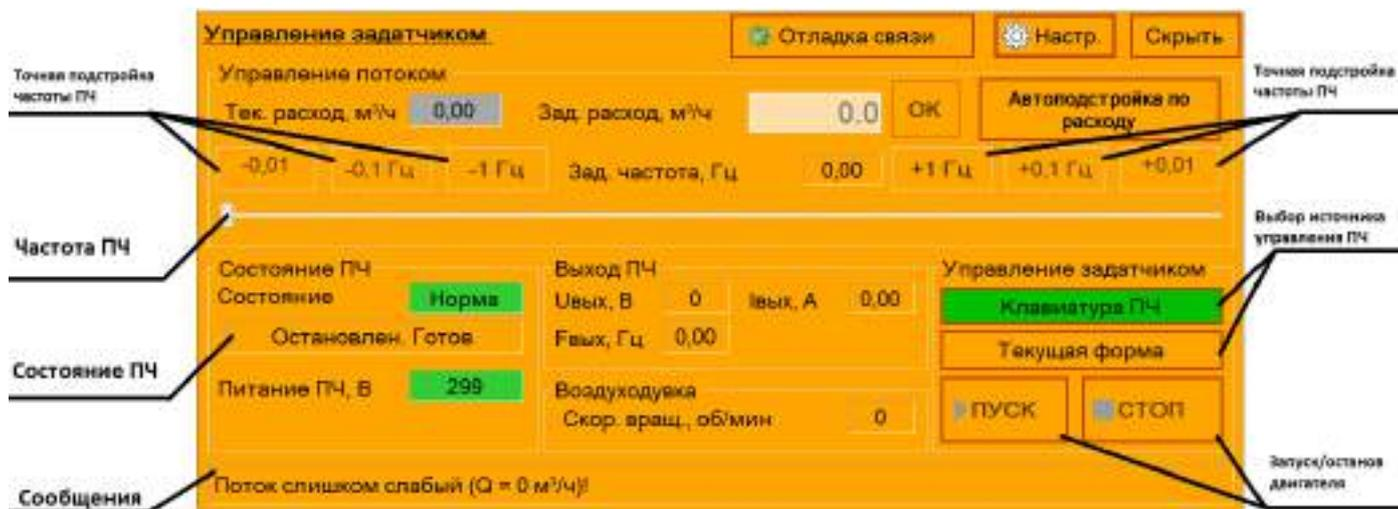

Рисунок 36
2.6.6 Управление задатчиком может осуществляться как с панели задатчика, так и по интерфейсу RS485 из программного обеспечения СПУ-3М с помощью экранной формы «Управление задатчиком» (рисунок 36).